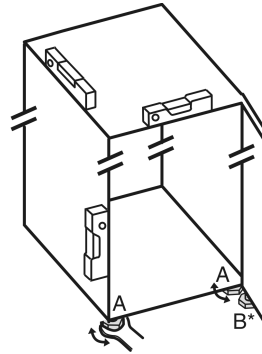

Fig. 24
- Zhvendosni këmbëzat me rregullim Fig. 24 (A) me çelës fiso dhe me ndihmën e një niveli me ujë, derisa pajisja të jetë niveluar mirë.
- Zhvendosni këmbëzat me rregullim Fig. 24 (B) në bazamentin mbështetës me çelësat fiso të përfshirë në paketim, derisa të jetë mbështetur mbi dyshteme.
- Rrotulloni këmbëzën me rregullim Fig. 24 (B) me 90°.